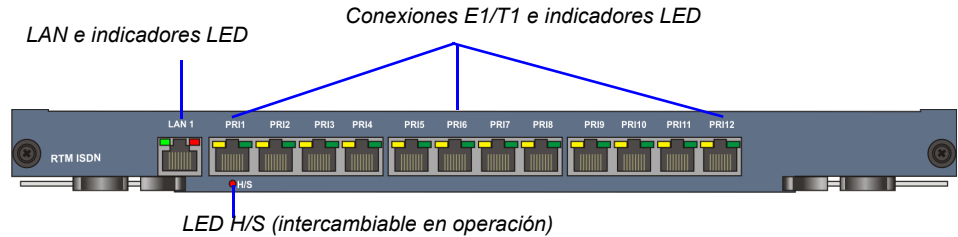

Figura 1-12 RMX 4000 Disposición del panel trasero de la RTM ISDN
- Se puede conectar 7 líneas E1 o 9 T1 en cualquiera de las 12 conexiones, según se muestra en la Figura 1-12.